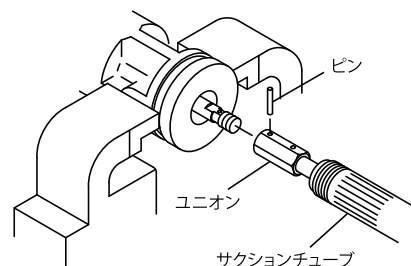

Fig.11
- 7) サクシオンチューブを少し引き離しますと、エアモーターとロッドを接続しているユニオンが出てきますので、ピンを抜き、ねじ戻し外してください。(Fig.11)